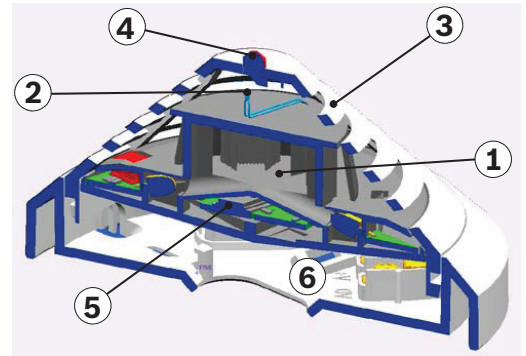

Рисунок 2.1 Конструкция извещателя
Светодиод направляет луч света в измерительную камеру (рис. Рисунок 2.1, поз. 1), где он поглощается лабиринтной структурой. В случае пожара в измерительную камеру проникает дым. Свет рассеивается частицами дыма и попадает на фотодиоды, которые преобразуют количество света в пропорциональный электрический сигнал.
Термистор (Рисунок 2.1, поз. 2) в цепочке сопротивлений используется в качестве теплового сенсора; аналогово-цифровой преобразователь измеряет зависящее от температуры напряжение через определенные интервалы времени.
Газовый сенсор (рис. Рисунок 2.1, поз. 3) обнаруживает в основном угарный газ (CO), образующийся при горении, но также водород (H) и окись азота (NO).